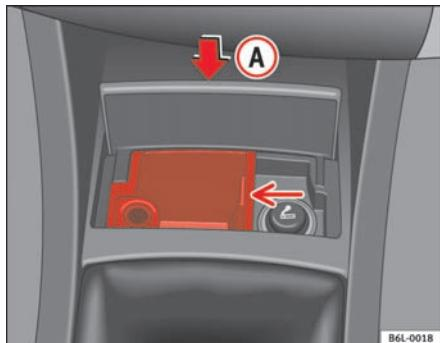

Fig. 81
- Pulse la parte inferior de la tapa del cenicero **A** ⇒ fig. 81 y ésta se abre automáticamente por efecto del muelle.